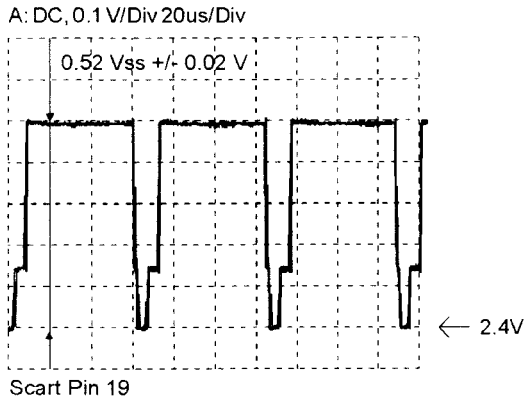

Fig. 1
- Widerstand 3010 so einstellen, daß die Ausgangsspannung  $0,52 V_{ss} \pm 0,02 V_{ss}$  beträgt (Fig. 1).